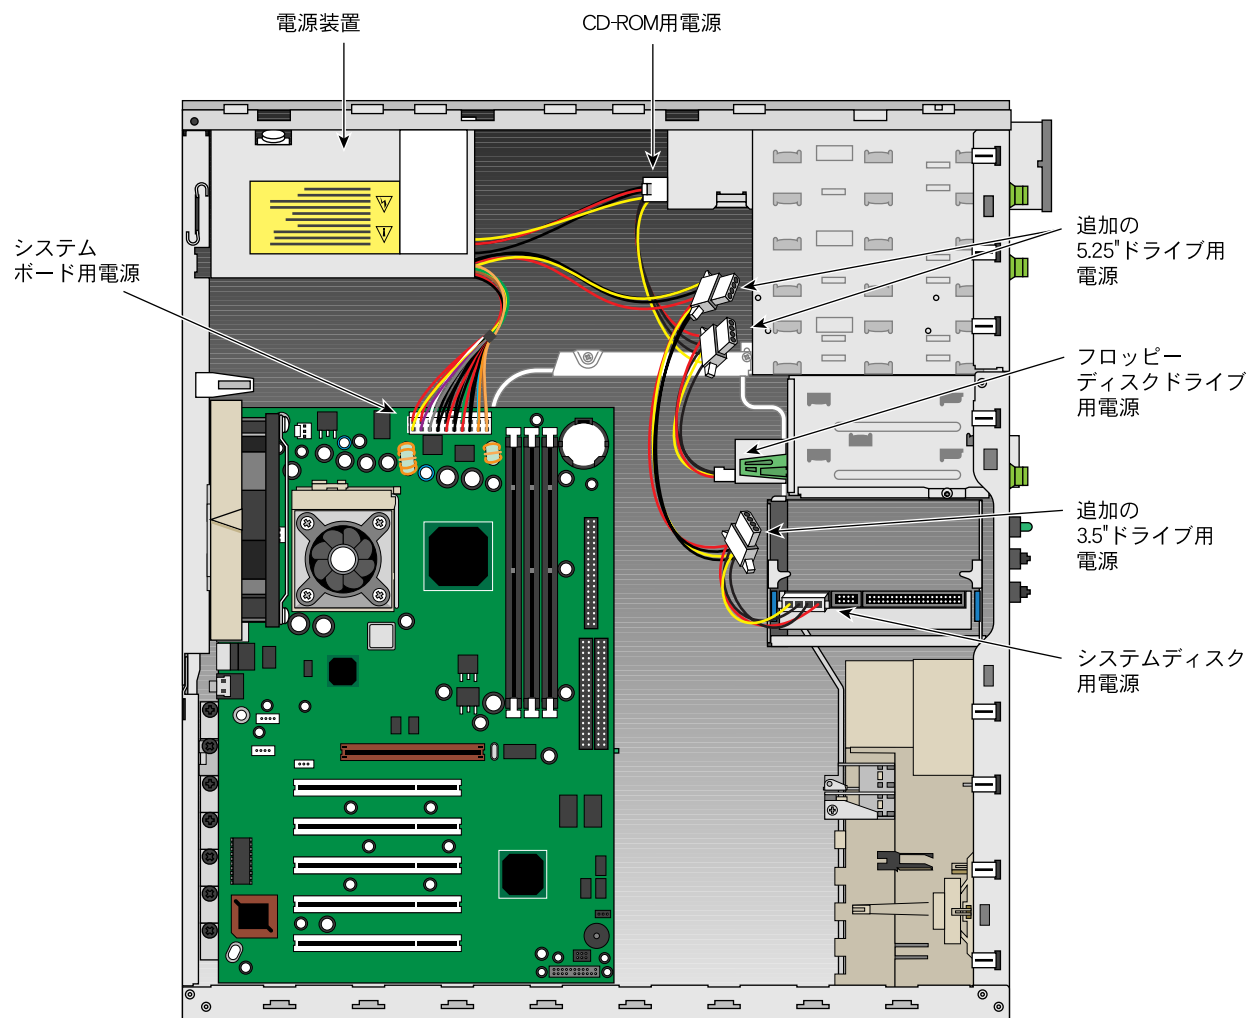

図 2-11 電源ケーブルの接続
3. すべての電源ケーブルをシステムボード、3.5 インチのドライブおよび 5.25 インチドライブから取り外します。ケーブル接続の場所については、30 ページの図 2-11 を参照してください。
- 電源ケーブルをシステムボード、ハードディスクドライブ、CD-ROM ドライブ、およびフロッピーディスクドライブに接続します。電源ケーブルを接続する場所については、図 2-11 を参照してください。